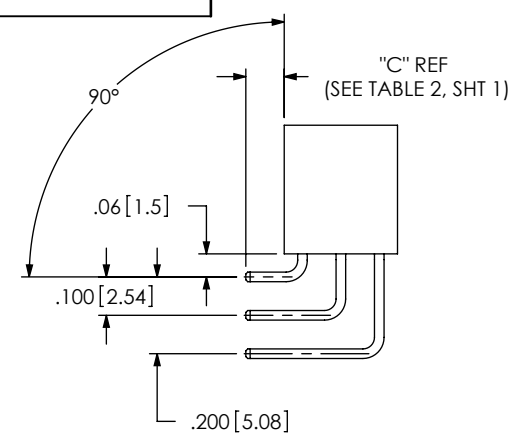

FIG 2
-RA: RIGHT ANGLE (SEE FIG 2, SHT 2)
OTHERWISE SAME AS FIG 1, FIG 2)
OTHERWISE SAME AS FIG 2)